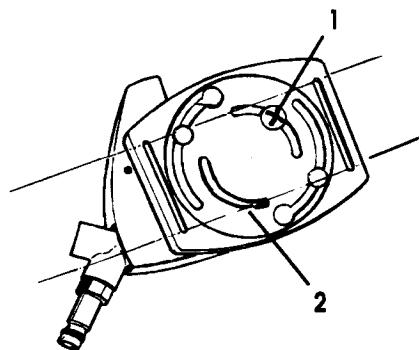

Fig. 2
- Desaperte o parafuso (Fig. 2 (1)), rode o disco (Fig. 2 (2)) e aperte o parafuso.